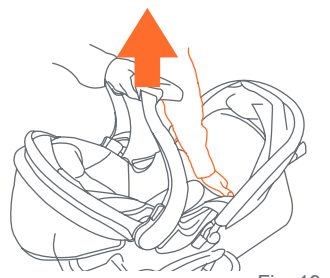

Fig. 19
19) • Para retirar la Sillita para el Automóvil, suelte gancho corto y apriete la manija de liberación ubicada en el extremo inferior del asiento y levante cuidadosamente la silla (Fig. 19).